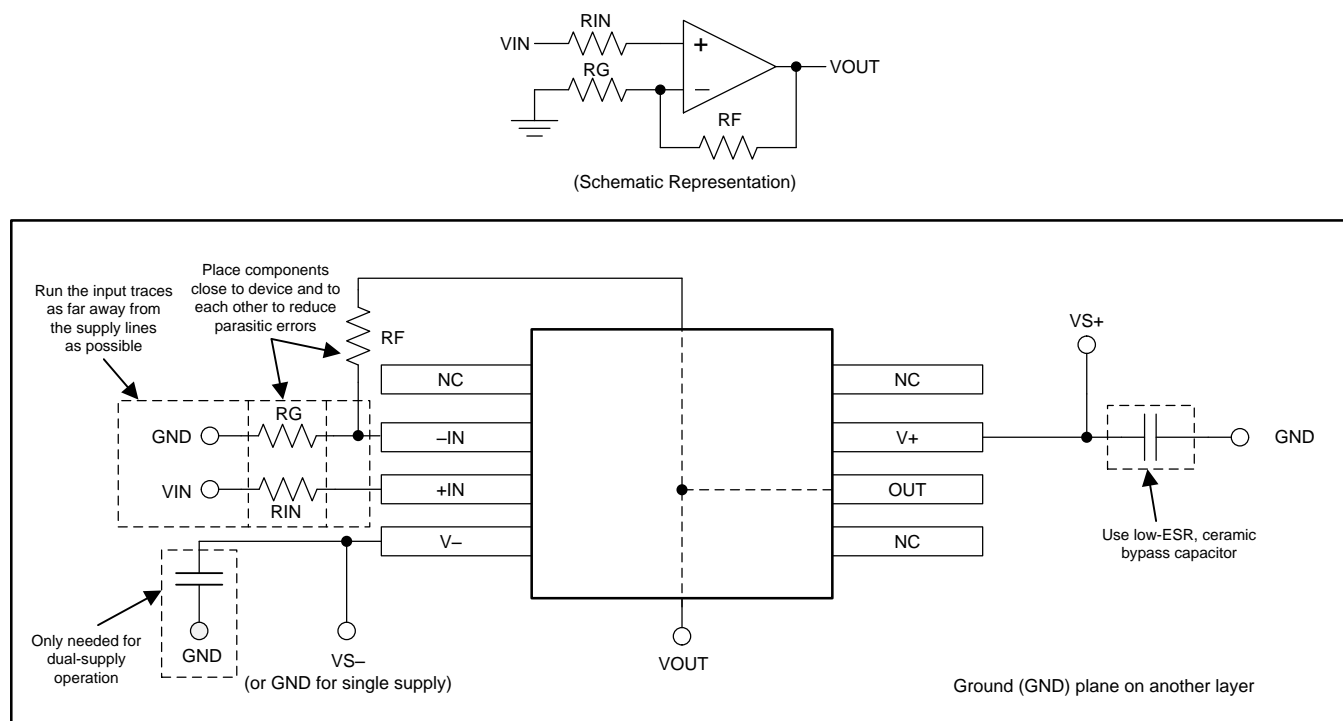

图 36. 同相配置运算放大器电路板布局
- 外部元件尽可能靠近器件放置。如图 36 所示，使 RF 和 RG 靠近反相输入可最大限度减小寄生电容。